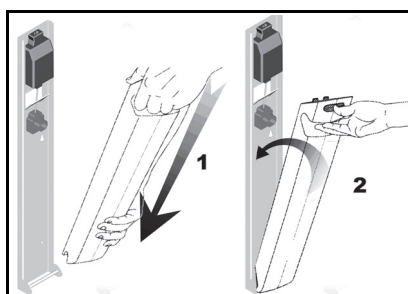

Fig. 2
- 1) Inserte la batería en el cargador empujándola con firmeza (consulte la Fig. 2).